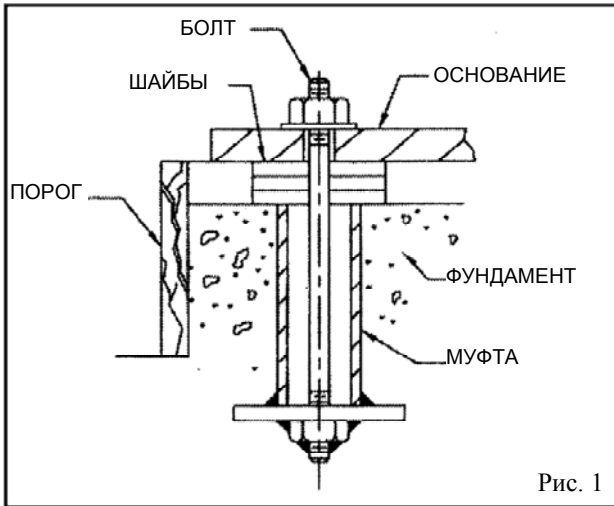

Рис. 1
3. Фундамент должен быть достаточно крепким, и в состоянии выдержать полный вес насоса, а также вес жидкости, проходящей через него. Стандартный монтаж осуществляется с помощью болтов с трубной соединительной муфтой в 2 ½ раза больше диаметра болтов вмонтированных в бетон, с размерами и местоположением в соответствии с сертифицированным монтажным чертежом насоса. Трубная соединительная муфта позволяет регулировать болты основания для выбора окончательного местоположения, соответствующего отверстиям во фланце основания. На Рис. 1 представлен стандартный монтаж.